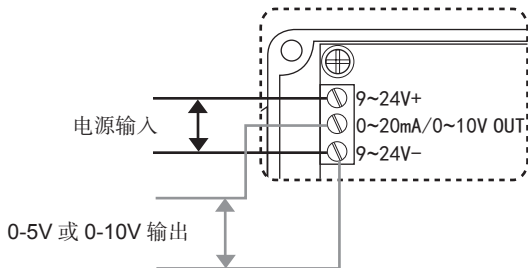

图 4-2
2) 对于 0-5V 或 0-10V 等电压型输出的应用, 为避免输入电源负极传输线压降的影响, 对输入电源负极 (电源地) 和电压输出的信号地, 使用两条电线, 接在同一个接线端子上, 在用户检测端分开 (参考图 4-2), 若共用一条线, 会导致电压模拟量输出信号精度大幅度下降, 甚至误差大到无法应用;